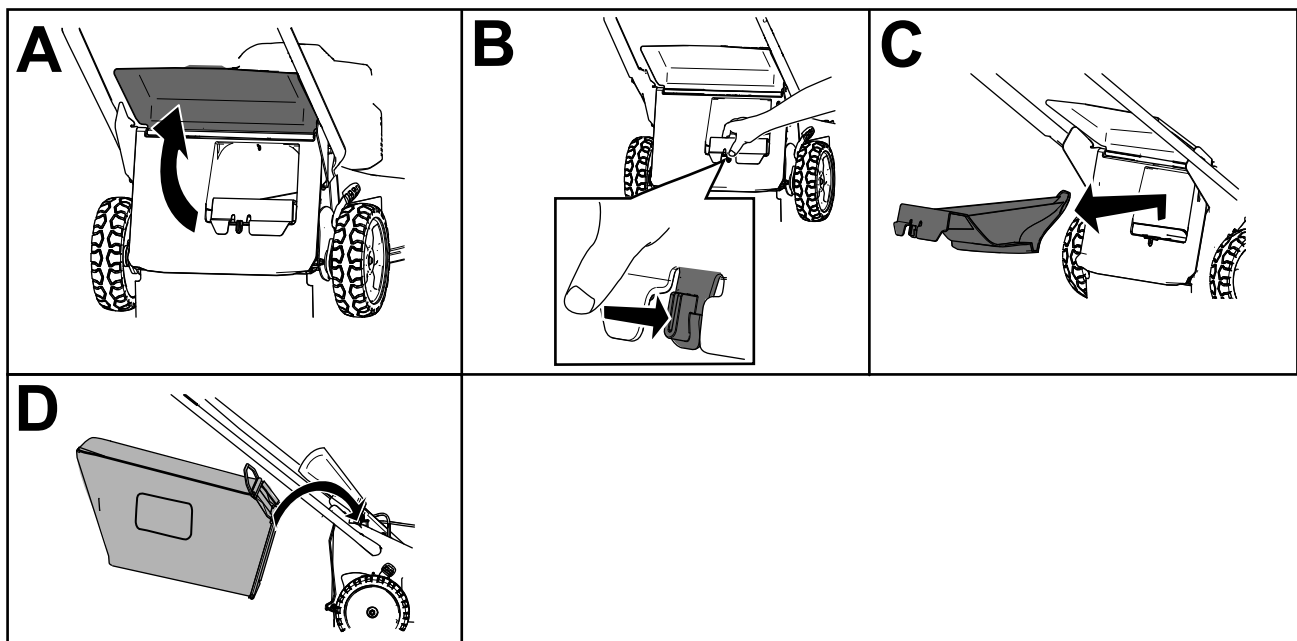

Рисунок 16
2. Поднимите и удерживайте в поднятом положении задний дефлектор (вид А на Рисунок 16).
3. Снимите заднюю выпускную заглушку, нажав на фиксатор большим пальцем и вытянув заглушку из машины (виды В и С на Рисунок 16).
4. Вставьте концы штанги травосборника в выемки в основании рукоятки и покачиванием травосборника из стороны в сторону убедитесь в том, что концы штанги находятся в нижней части обеих выемок (вид D на Рисунок 16).
3. Выньте штангу травосборника из выемок в основании рукоятки (вид А на Рисунок 16).
4. Вставьте выпускную заглушку (вид В на Рисунок 16).
5. Опустите задний дефлектор (вид С на Рисунок 16).